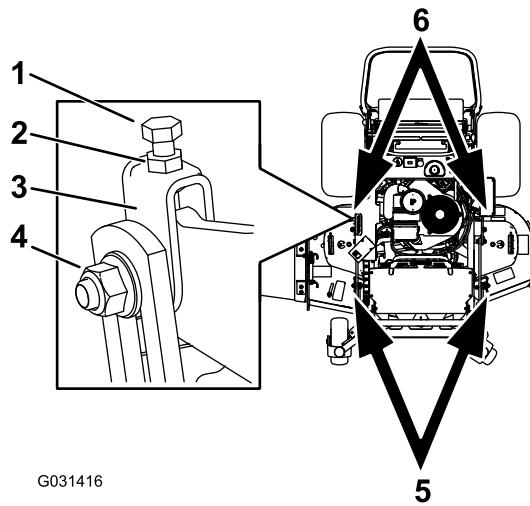

Bild 90
1. Lockern Sie die Klemmmutter und die seitliche Schraube in den Jochs, die Sie einstellen möchten (Bild 90).
2. Drehen Sie die obere Schraube der Jochs, um die Höhe des Mähwerks einzustellen (Bild 90).
5. Sollte die Einstellung nicht richtig sein, ermitteln Sie die zwei vorderen Jochs an der Maschine (Bild 90).